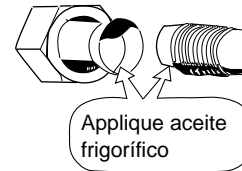

Fig. 7-4
2. Lubrifique con aceite frigorífico el mandril y el racord para evitar las fugas. (Fig. 7-4)